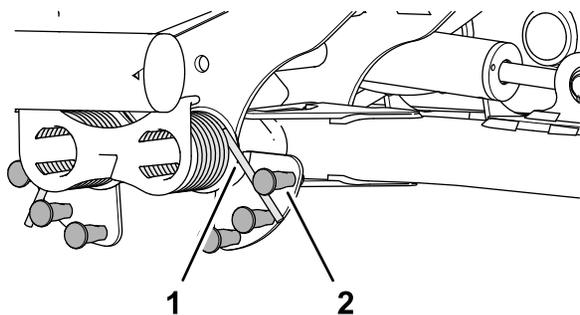

図 91
2. カウンタバランススプリングの長い方の端部にパイプなどを被せ、テコの原理を利用してスプリングをショルダ付きスタッドの希望位置上にセットする 図 91。